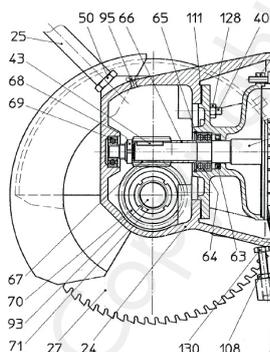
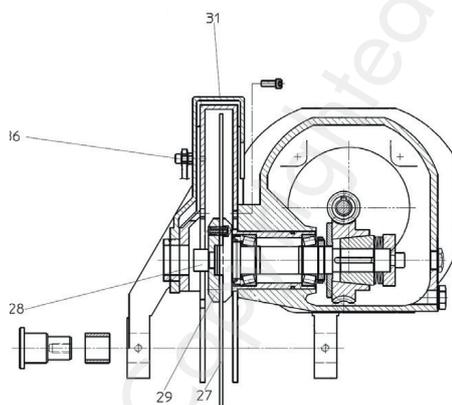

Fig. 8 Montage du levier de commande
Fig. 10 Montage de la lame de scie
1. Insérez le bras de levier (Fig. 8, 25) dans le renforcement prévu à cet effet dans le socle (Fig. 10, 21), et et fixez-le en serrant l'écrou à chapeau (Fig. 8, 50).
1. Pour le montage de la lame, dévissez la vis (36) en maintenant le bloc moteur en haut et en poussant la protection mobile (31) vers l'arrière. Dévissez la vis (28) dans le sens horaire, enlevez la bride (29) et placez la lame. Veillez au sens correct de la denture ! Le sens de rotation est indiqué par une flèche sur le carter de protection (Fig. 10).
2. Montez la bride (29) et revissez la vis (28) (Fig. 10).